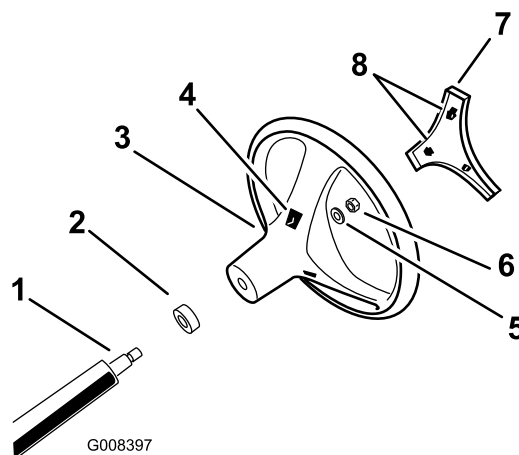

Рисунок 3
- Закрепите рулевое колесо на валу контргайкой и затяните ее с моментом 24-29 Н·м, как показано на Рисунок 3.
- Совместите выступы крышки с пазами в рулевом колесе и защелкните крышку на ступице рулевого колеса (Рисунок 3).